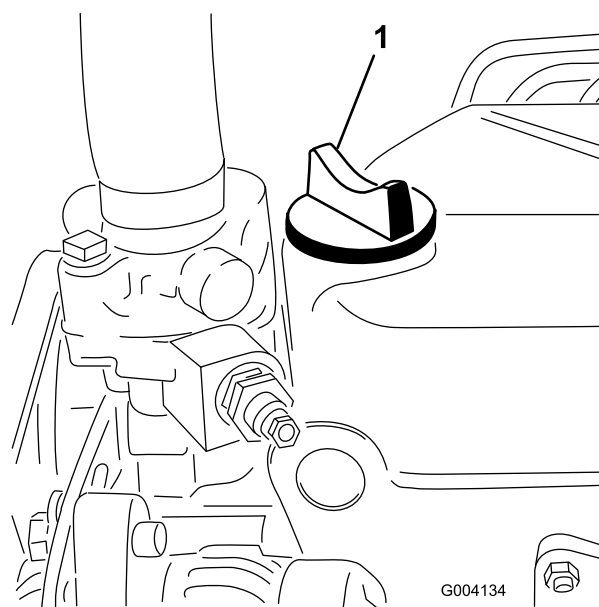

図 31
5. オイルの量が不足している場合は、補給キャップ(図 31)を取り、Full 位置までオイルを補給する。